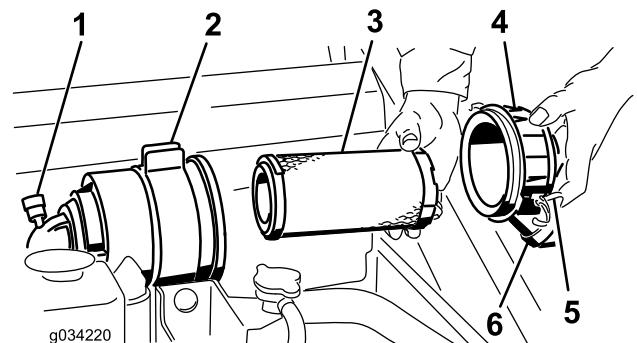

Figura 36
**Importante:** Effettuate la manutenzione del filtro dell'aria quando la spia diventa rossa (Figura 36). Sostituendo il filtro dell'aria prima del necessario aumenta il rischio che la morchia entri nel motore quando si toglie il filtro.
4. Rilasciate i dispositivi di fermo del filtro dell'aria e toglie il coperchio dal corpo del filtro (Figura 36).
1. Estraete con cautela il filtro primario dal corpo del filtro dell'aria (Figura 36). Non urtate il filtro contro il corpo.
3. Infilate con cautela il filtro primario nel corpo del filtro (Figura 36). Verificare che sia inserito a fondo, premendo sul bordo esterno del filtro mentre lo si inserisce.
4. Montate il coperchio del filtro dell'aria con il lato indicato come UP rivolto verso l'alto e fissate i fermi (Figura 36).